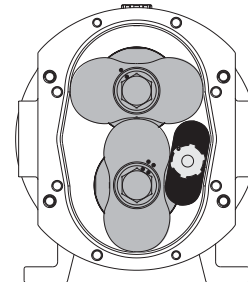

Figure 8
5. Positionner à nouveau le bloque lobe **111** comme indiqué en figure 8.